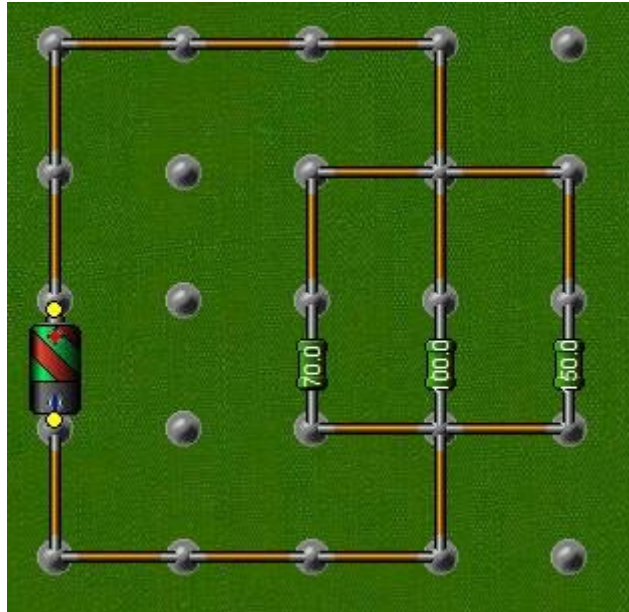

Рисунок 4. Схема исследования.
3.2.1. Собрать схему (Рисунок 4).